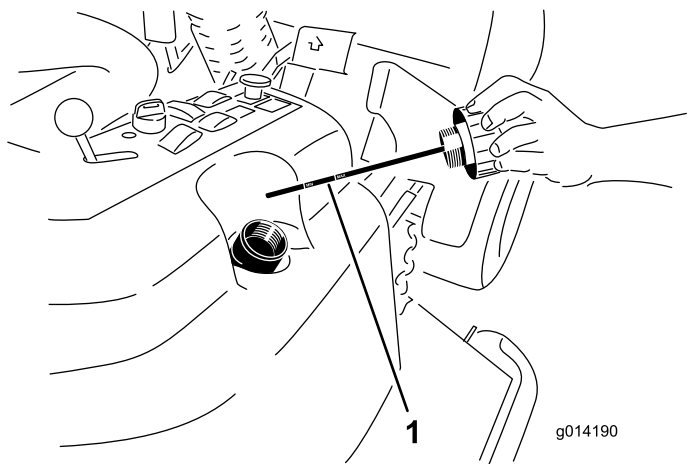

图48
2. 从加油颈上取下液压加油盖 图48。
3. 取出量油尺用干净的抹布擦拭 图48。
4. 将量油尺完全螺入加油颈然后再取出检查液位 图48。